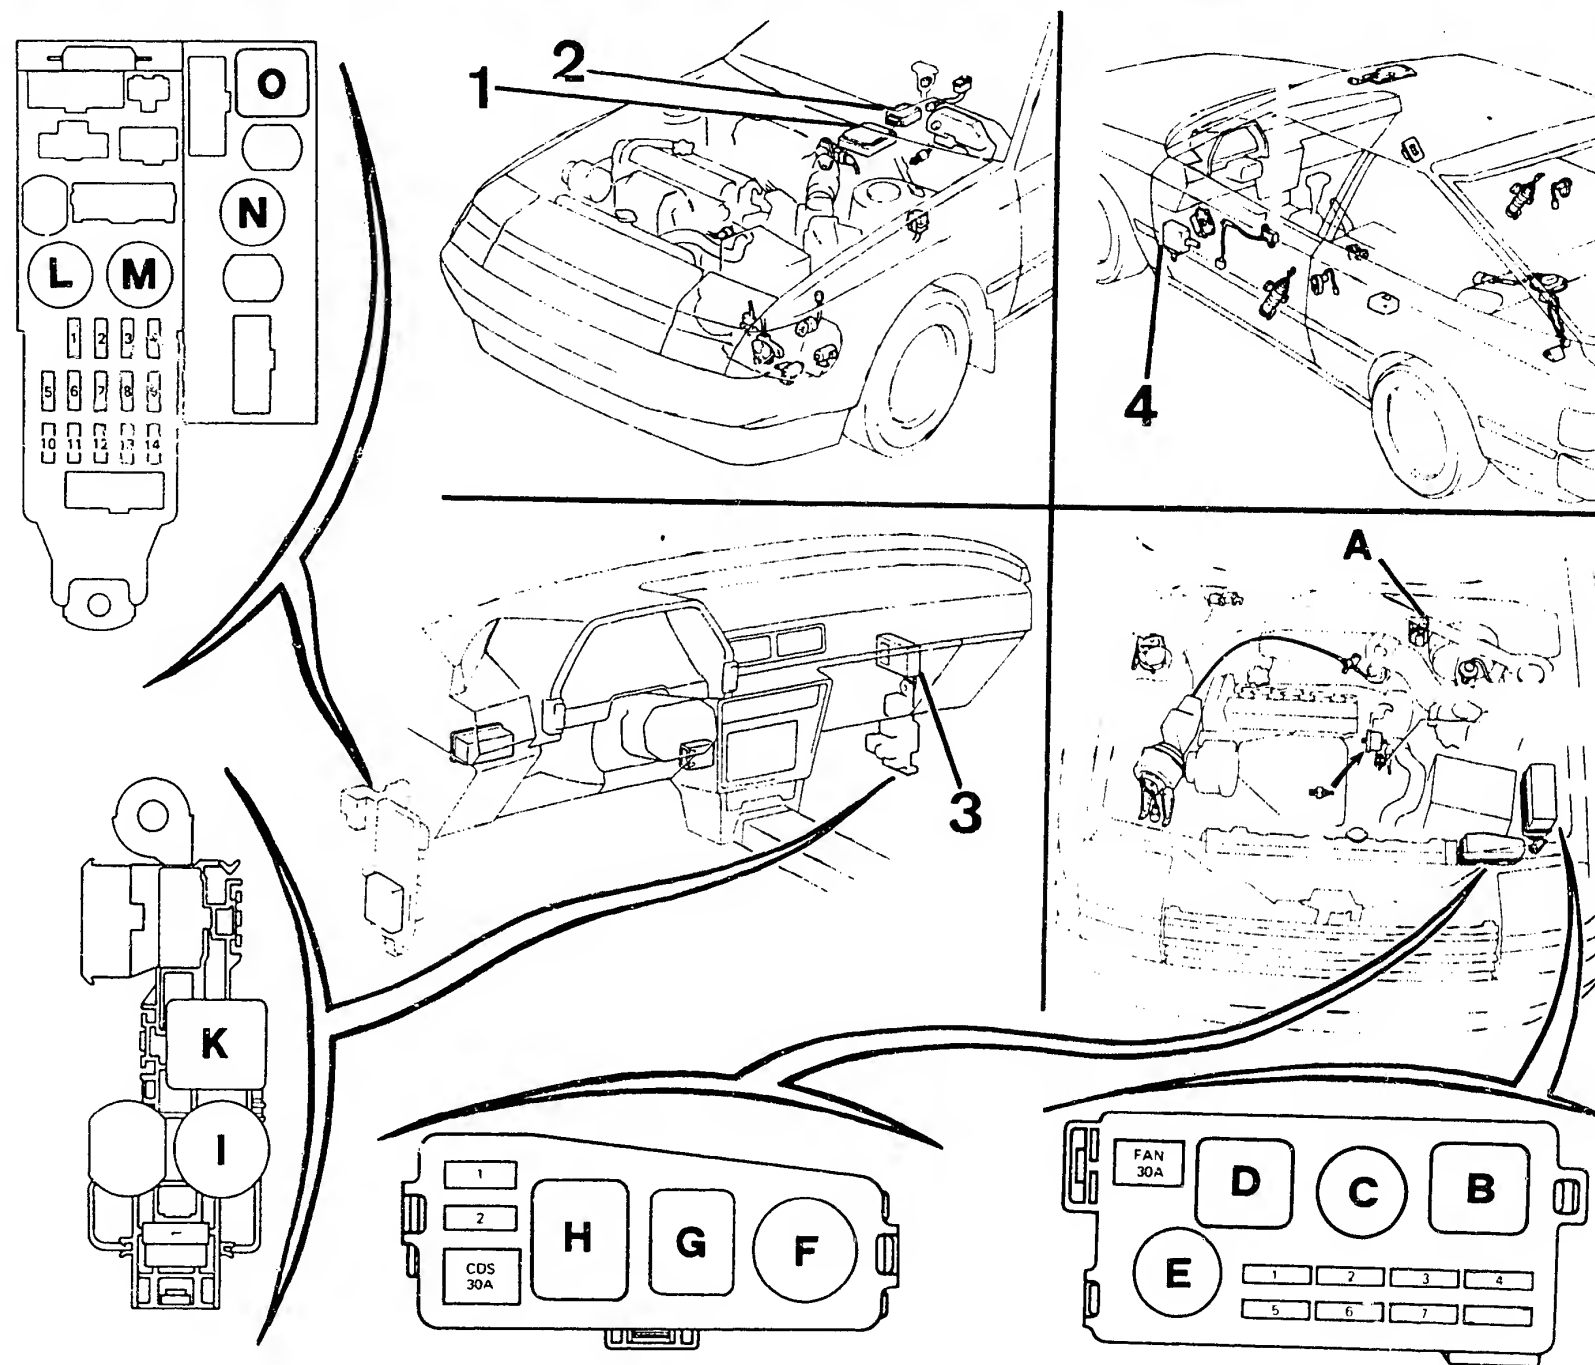

Bild 93 Einbaulage der elektronischen Steuergeräte, Sicherungen und Relais im Celica 2,0 GT ab 85.
b) **Celica 2,0 GT ab 85:** Die Sicherungen und Relais sind an vier verschiedenen Stellen im Fahrzeuginnern und im Motorraum eingebaut (Bild 93). Die hauptsächlichen Sicherungen sind im Motorraum vorne links und an der linken Seitenwand neben dem Armaturenbrett angebracht.